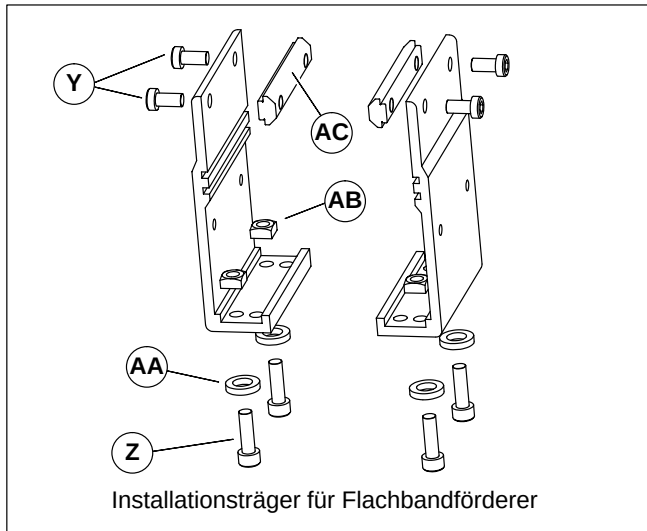
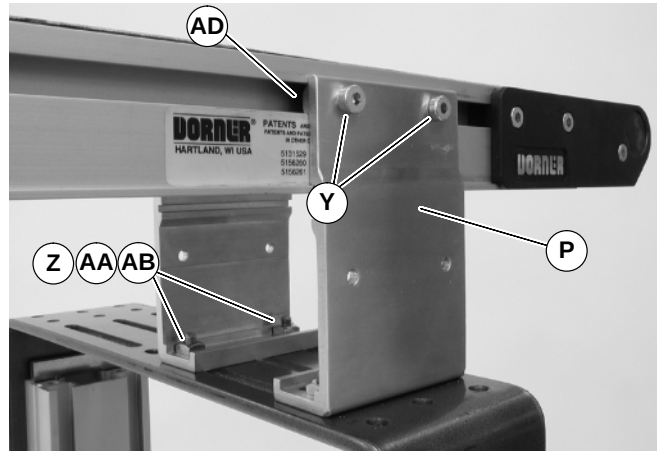

Abbildung 9
Abbildung 10
2. Schrauben (Y u. Z Siehe Abbildung 9), Unterlegscheiben (AA), Muttern (AB) und T-Muttern (AC) von den Trägern entfernen.
3. T-Muttern (AC siehe Abbildung 9 in die Seitenschlitze (T-Nuten) am Förderband einsetzen (AD siehe Abbildung 10). Installationsträger (P siehe Abbildung 10) am Förderband mit Montageschrauben (Y) befestigen (Y).
4. Träger an der Tragstütze mit Montageschrauben (Z siehe Abbildung 10), Unterlegscheiben (AA) und Muttern befestigen (AB).
5. Die Schrauben (Y u. Z siehe Abbildung 10) mit 7 Nm festziehen.